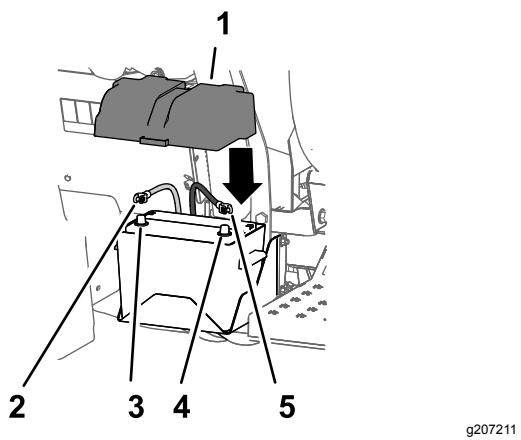

Figura 38
1. Conecte el cable positivo de la batería al borne positivo de la batería (Figura 38).
2. Conecte el cable negativo de la batería al borne negativo de la batería (Figura 38).
3. Alinee la tapa de la batería con la caja de la batería y sujetela con la correa (Figura 38).